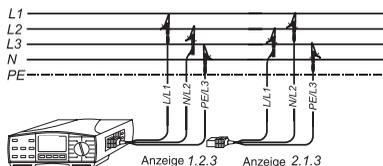

Bild 78: Drehfeldmessung
- Die Messleitungen mit dem Prüfling gemäß Bild 78 verbinden. Wichtig ist, dass die drei Messleitungen L1, L2 und L3 korrekt angeschlossen werden. Falls gewünscht, kann mit der Taste 'HILFE' diese Anschlussinformation direkt am Messgerät abgerufen werden.